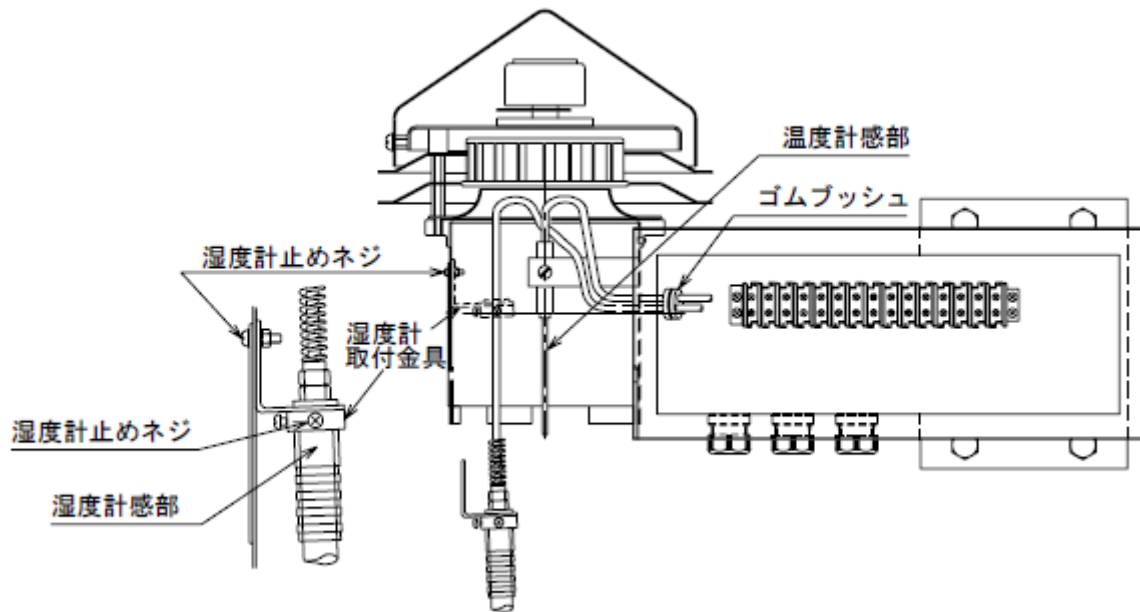

図4 湿度計感部の取付け
- (1) 湿度計感部のケーブルの先端から図4のように挿入します。
- (2) シロッコファンにケーブルが当たらないように十分に注意して下さい。
- (3) 湿度計感部取付金具に感部を通して取付ネジで固定して下さい。
- (4) ゴムブッシュの穴にケーブルを通して下さい。
- (5) ゴムブッシュを元の位置に取り付けます。